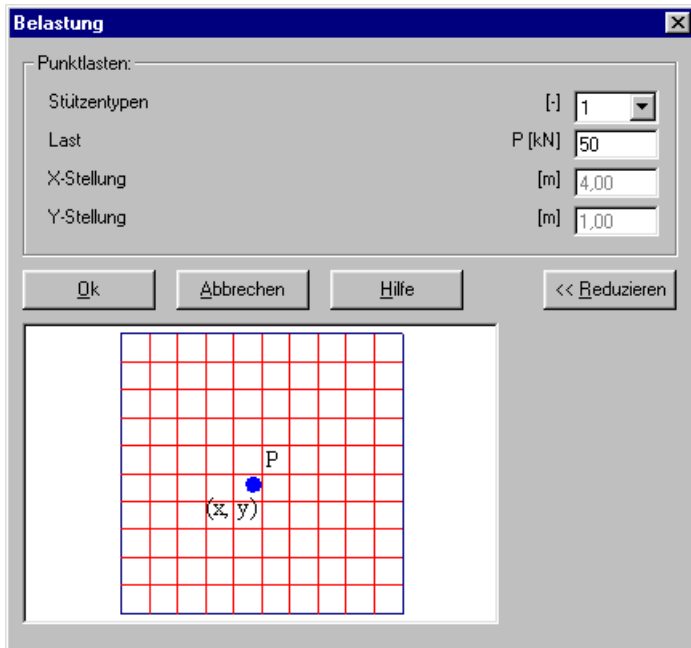

Bild 4-25 Dialogfeld "Belastung"
- Jetzt ändert sich der Cursor von einem Pfeil zu einem Kreuz. Dann kann die Punktlast durch Klicken auf dem Bildschirm (Trägerrost) definiert werden. Danach erscheint das Dialogfeld (Bild 4-25) mit der Lastgröße und den Koordinaten